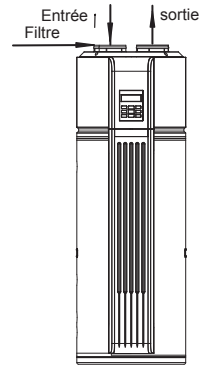

Fig. 3-8
- 5) Installation du filtre à l'arrivée de l'unité. Pour l'unité à conduit, le filtre doit être placé d'après la position de l'arrivée du conduit. (Fig. 3-8/3-9)